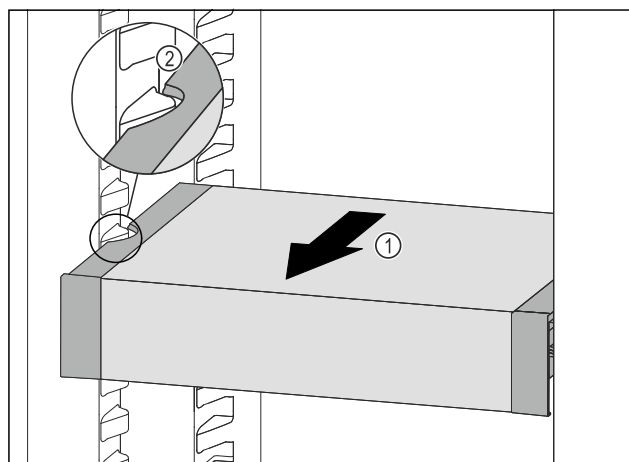

Fig. 80
- ▶ Trageți în față VarioSafe Fig. 80 (1), până când degajările laterale ale VarioSafe se află la înălțimea nervurii recipientului din frigider. Fig. 80 (2)